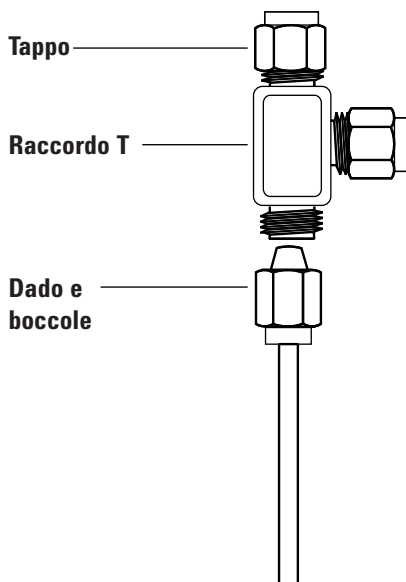

Figura 23 Raccordo Swagelok a T
- 1 Tagliare il tubo nel punto in cui si deve installare il raccordo a T. Collegare il tubo e il raccordo a T con un raccordo Swagelok. Vedere Figura 23.